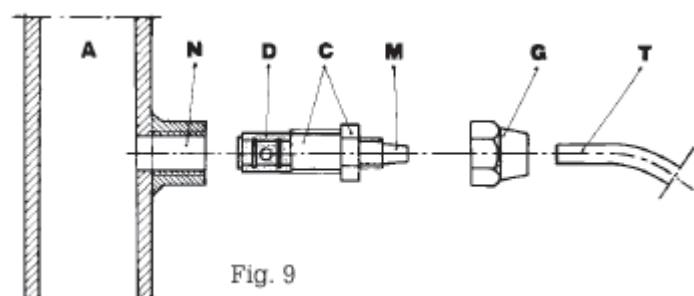

Fig. 9
g. – Seleccione el punto de inyección más apropiado en la tubería de la instalación a tratar y coloque un empalme de 3/8 " gas hembra. Este empalme no viene con la bomba. Enrosque la válvula de inyección en el empalme con la junta de impermeabilización de Teflón Fig. 9. Conecte el tubo de la juntura cónica de la válvula de inyección y asegúrelo con la abrazadera G correspondiente. La válvula de inyección es también una válvula estática.
3.1 –ESQUEMA DE MONTAJE DE LA VÁLVULA DE INYECCIÓN Fig. 9